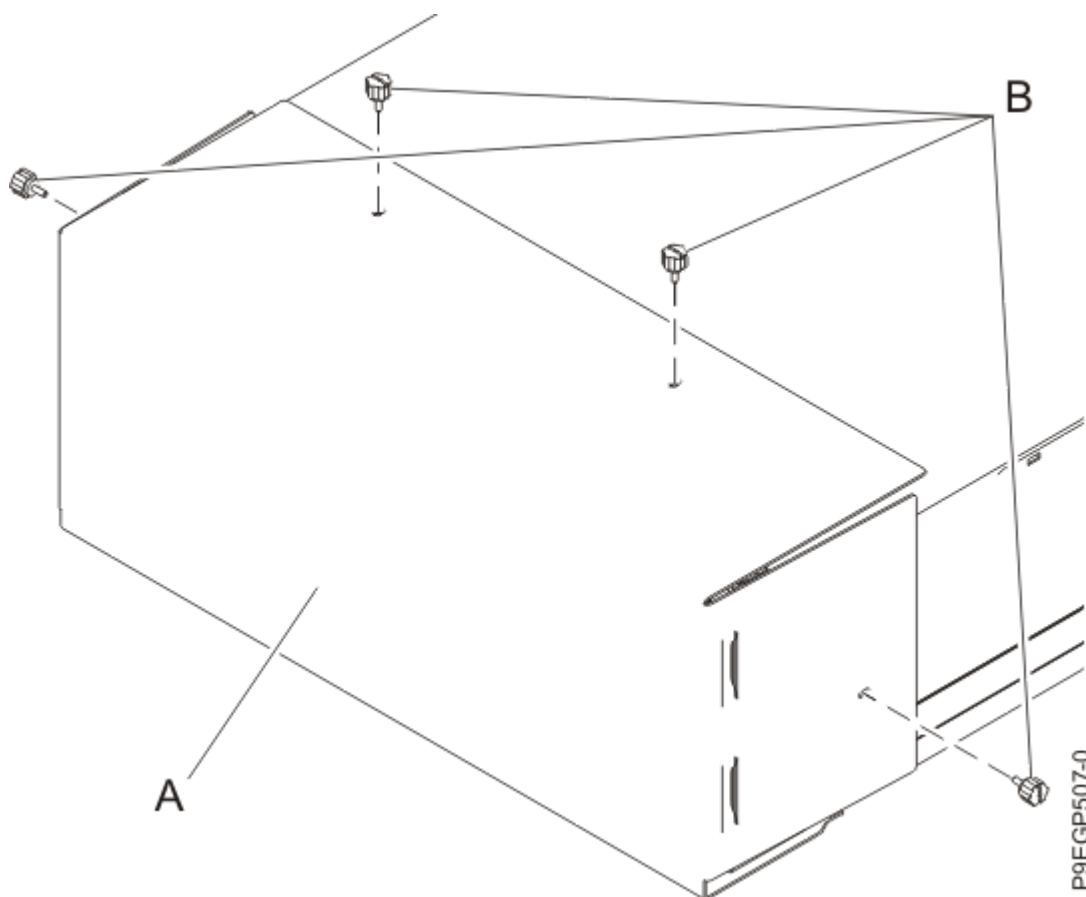

Figura 7. Scoaterea capacului de transport
2. Scoateți cu mâna cele patru șuruburi **(B)** care sunt folosite să prindă capacul de pentru transport **(A)** din spatele sertarului, așa cum se arată în Figura 7 la pagina 11. Înlăturați capacul pentru transport.